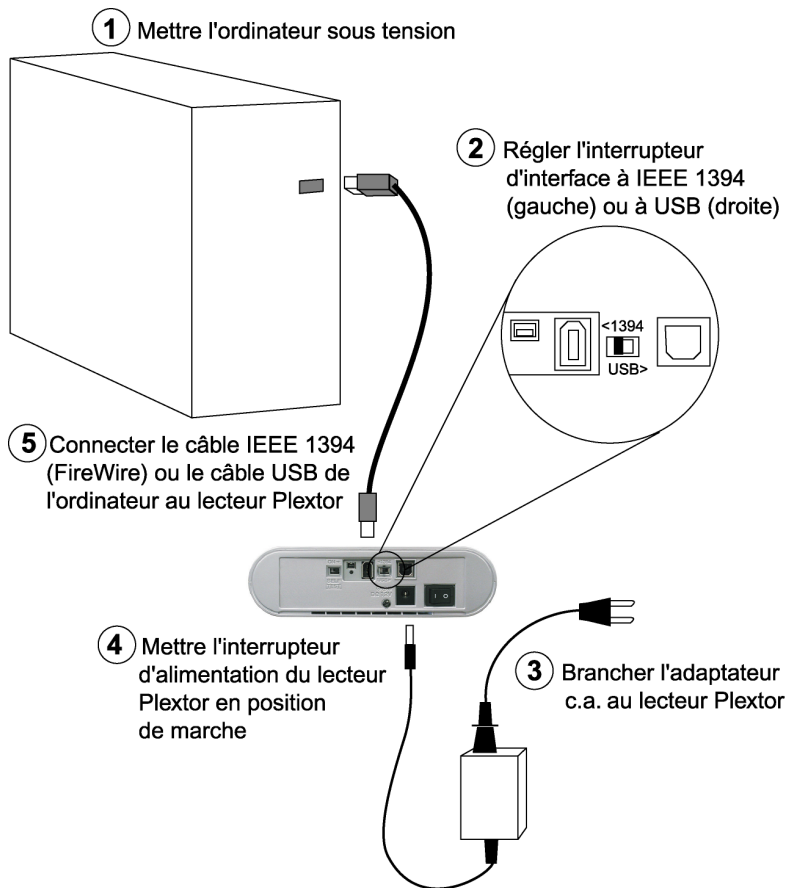

Figure 3 : Brancher l'adaptateur c.a. et le câble USB ou FireWire
3. Branchez l'adaptateur c.a. à votre PX-716UF tel qu'illustré à la Figure 3.